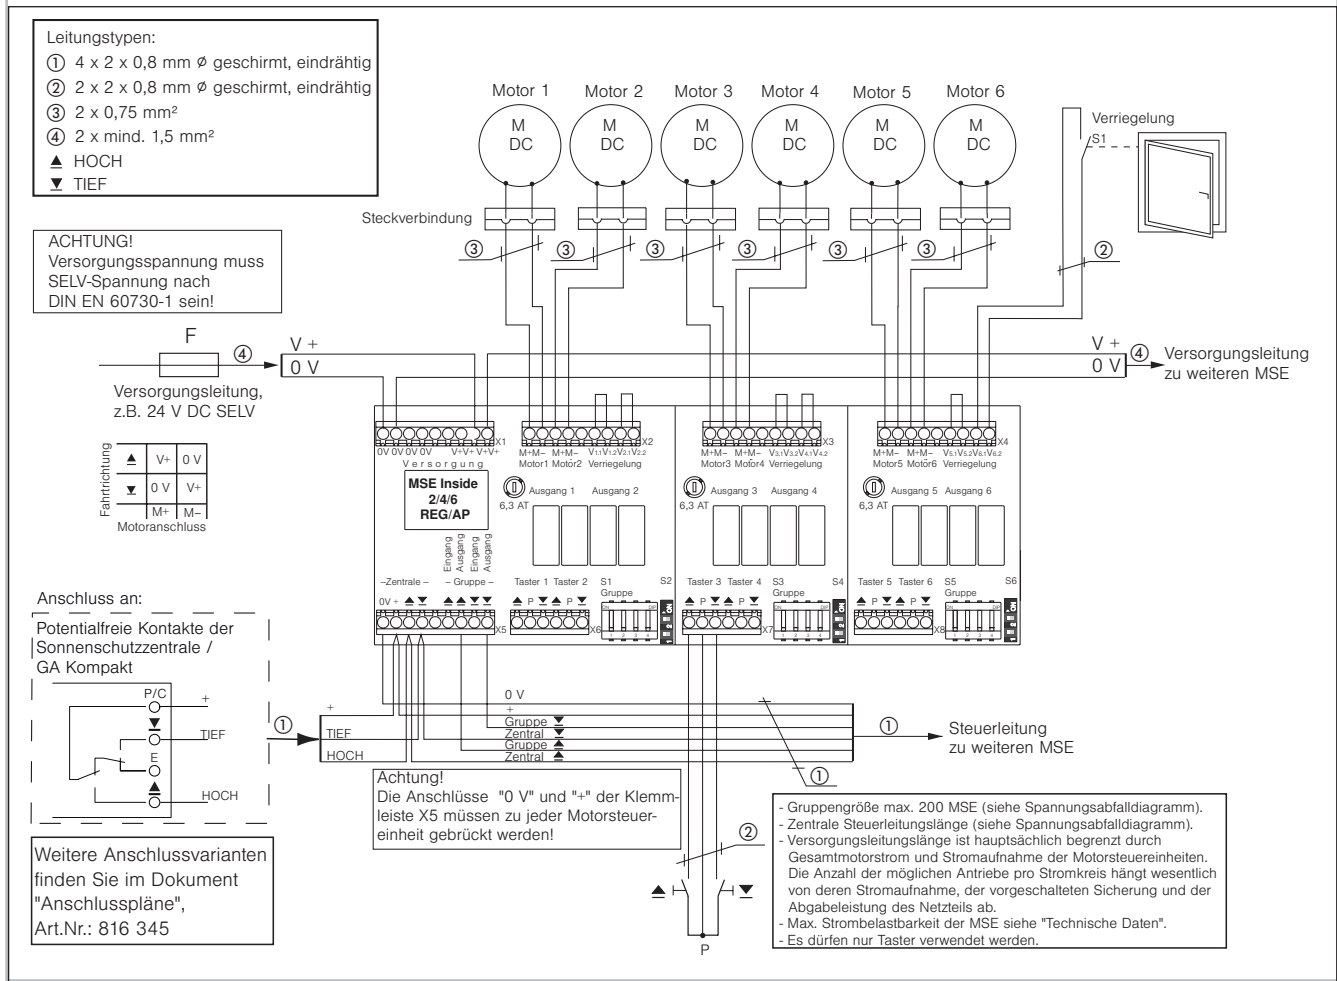

Abb. 7 Anschlussplan MSE Inside 2/4/6 REG/AP
- Der elektrische Anschluss der Motorsteuereinheit erfolgt nach Anschlussplan Abb. 7.